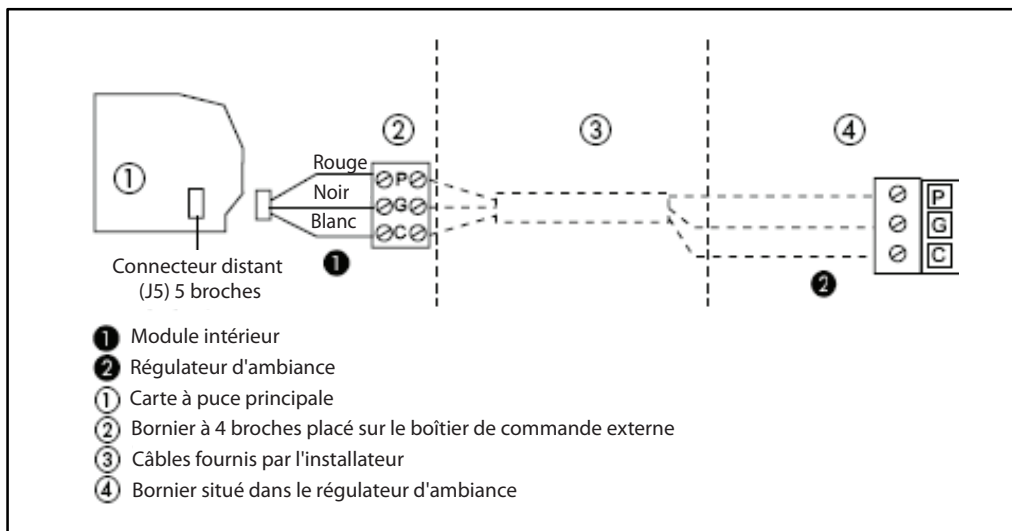

Fig. 31 - Vérifiez le câblage entre le module intérieur et l'appareil extérieur.
5. Raccordez l'autre extrémité du faisceau de câblage dans le câblage fourni sur place entre le module intérieur et la commande filaire, comme illustré dans les instructions d'installation de la commande filaire et à la fig. 31.